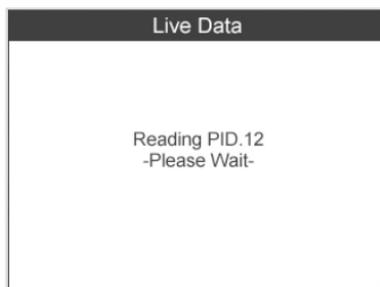

Imagen 6.8
- 2) Espere unos segundos mientras el instrumento de diagnóstico valida el PID MAP. (Imagen 6.8)